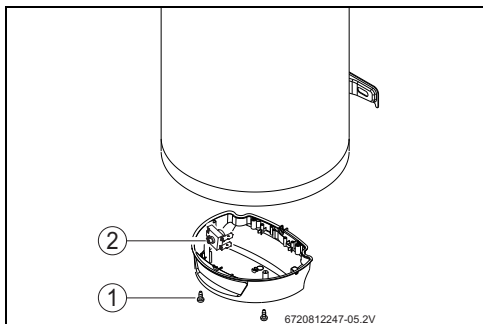

Fig. 16 Botón de rearme
- ▶ Aflojar la tuerca de fijación de la brida y retirar (Fig. 16, [1]).
- ▶ Presionar completamente el botón de rearme (Fig. 16).